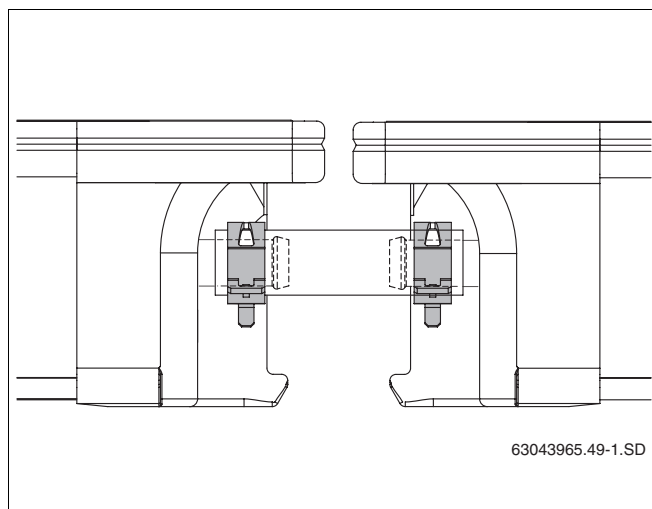

Fig. 50 Tubo di connessione con fascette elastiche correttamente posizionate
- ▶ Fissare tutti i tubi di connessione agli attacchi dei collettori con una fascetta stringitubo (fig. 50).